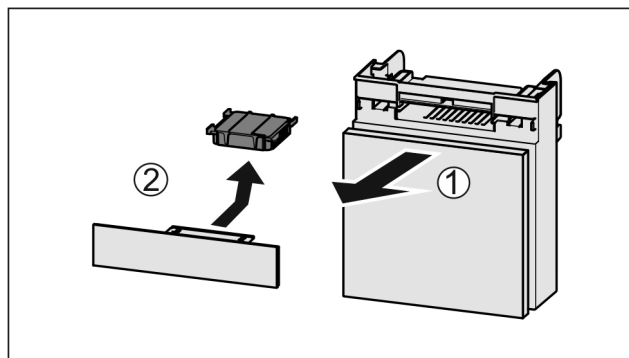

Fig. 127
- ▶ Vytiahnite zásuvku smerom dopredu Fig. 127 (1).
- ▶ Vyberte aktívny uhlíkový filter Fig. 127 (2).